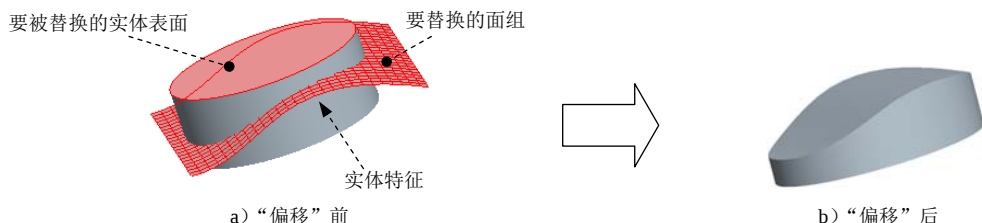

图 4.5.6 用“偏移”命令创建实体
在 Creo 中, 可以用一个面组替换实体零件的某一整个表面, 如图 4.5.6 所示。其操作过程如下:
Step2. 选取要被替换的一个实体表面, 如图 4.5.6 所示。
Step5. 在系统  选择要替换实体曲面的面组。的提示下, 选取替换曲面, 如图 4.5.6 所示。